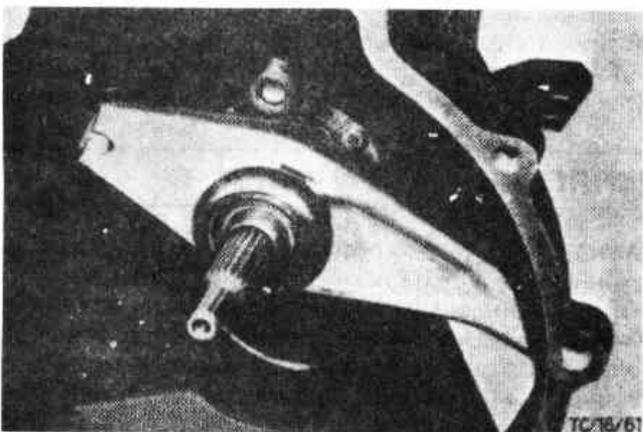

Рис. 5.6. Выжимной подшипник и отжимной рычаг сцепления (Разд.7)
1. После разделения двигателя и коробки передач для получения доступа к сцеплению, можно увидеть выжимной подшипник, находящийся в картере сцепления на ведущем валу (Рис.5.6).